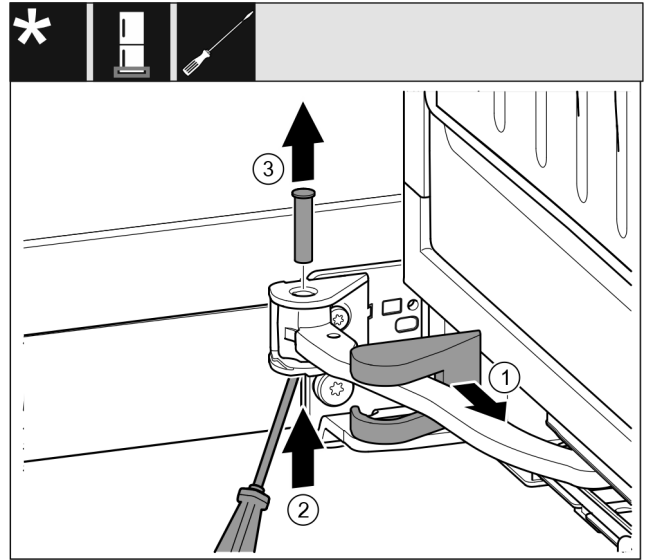

Fig. 18
- ▶ 卸下托架盖 Fig. 18 (1)并沿着铰链移动。
- ▶ 将螺栓 Fig. 18 (2)用螺丝刀从下方提起。
- ▶ 从上方拉出螺栓 Fig. 18 (3)。